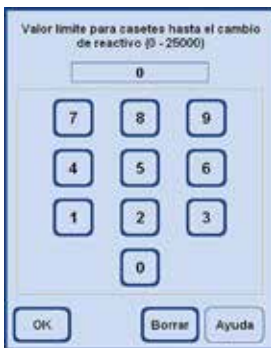

Fig. 138
- En la línea del título, tocar la tecla del parámetro que se debe modificar: aparece la ventana de introducción (fig. 138).